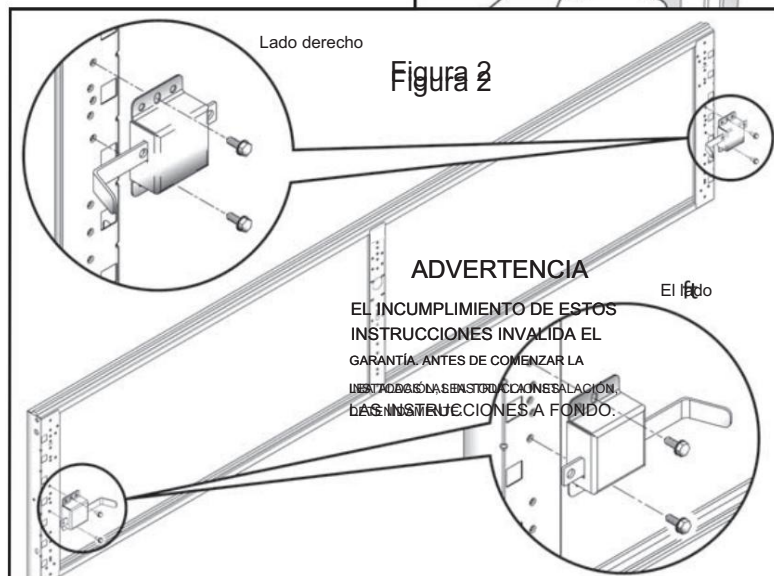

figura 3
Paso 3: Usando una sierra para metales (Figura 3), corte con cuidado el sello perimetral a la longitud adecuada.
Paso 7: Usando una sierra para metales (Figura 3), corte con cuidado el sello perimetral a la longitud adecuada.